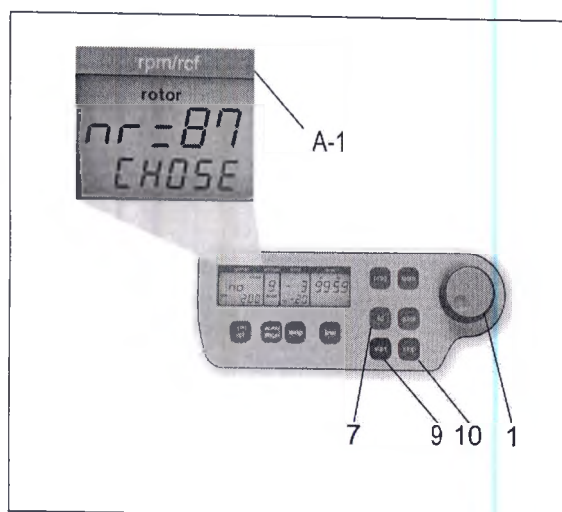

Рисунок 2
Включите устройство и откройте крышку. Одновременно нажмите кнопки «lid» [крышка] (7) и «stop» [стоп] (10). Затем на экране "rpm/rcf" (A-1) появится тип ротора, установленного ранее, например, «87». С помощью верньера (1), выберите используемый ранее тип ротора (см. Рисунок 2). Для ввода данных в устройство нажмите кнопку «start» [запуск] (9). На дисплее (A-1) появится «store» [сохранить] для подтверждения.